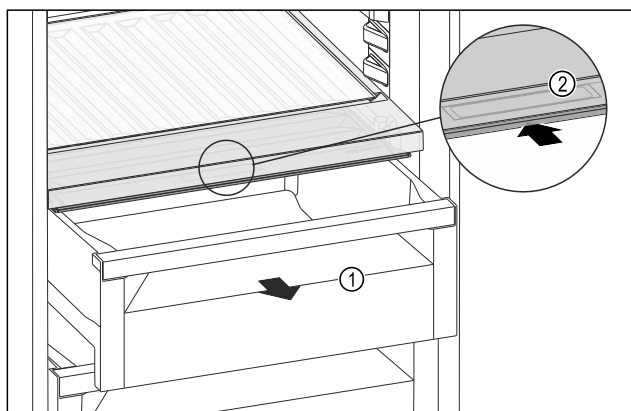

Fig. 178
- Izvlecite predal Fig. 178 (1).
- Primite prijemalno vdolbino Fig. 178 (2) na pokrovu predala in pokrov predala istočasno potisnite nazaj.